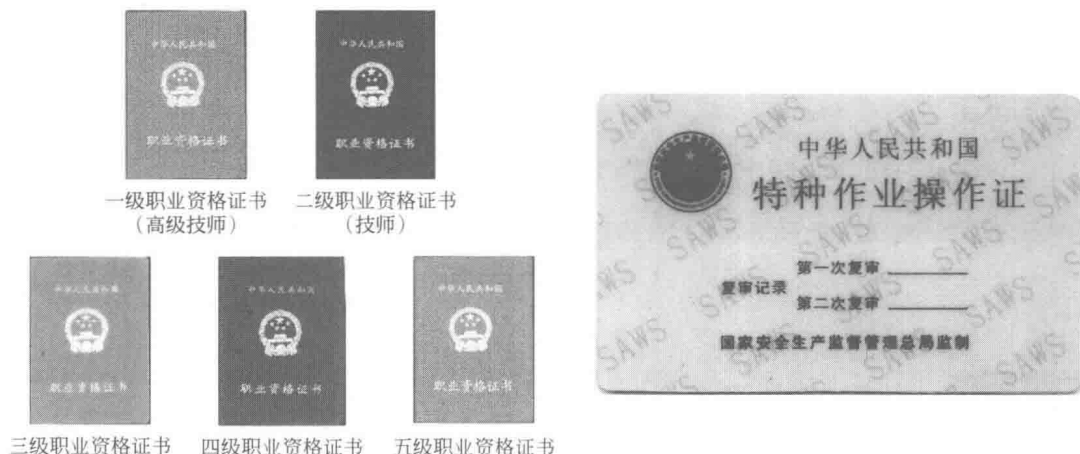

图1-1 职业资格证书和特种作业操作证
①必须身体健康、精神正常。凡患有高血压、心脏病、气管喘息、神经系统疾病、色盲、听力障碍及四肢功能有严重障碍者,不能从事电工工作。
②必须通过国家正式的技能鉴定考试合格并持有电工操作证,如图1-1所示。